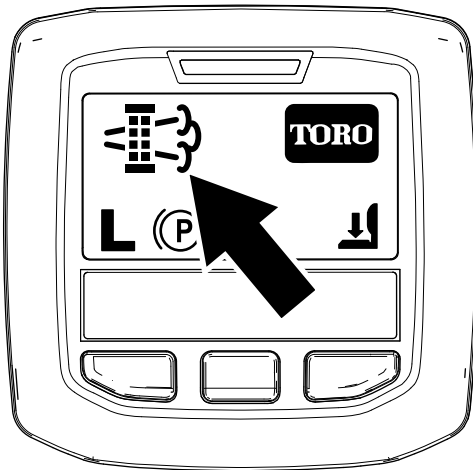

Bild 53
- Wenn der Motorcomputer eine geparkte Regenerierung oder eine Wiederherstellung-Regenerierung anfordert, wird das Symbol für die Anforderung einer Regenerierung (Bild 53) im InfoCenter angezeigt.